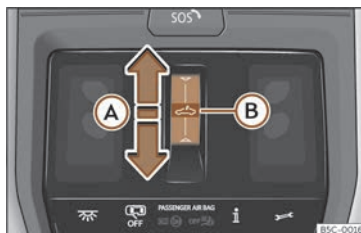

Fig. 94 No revestimento interior do teito: tecla do teito de vidro.
- Movemento automático: desliza o dedo cara atrás sobre a área funcional ➡ ➤➤ fig. 94 (A).
- Antes de que transcorran aprox. 5 segundos dende a activación da función antiaprisionamento, deslice o dedo cara adiante sobre a área funcional ➡»» fig. 94 (A) e manteña premido ata que o teito se peche completamente.